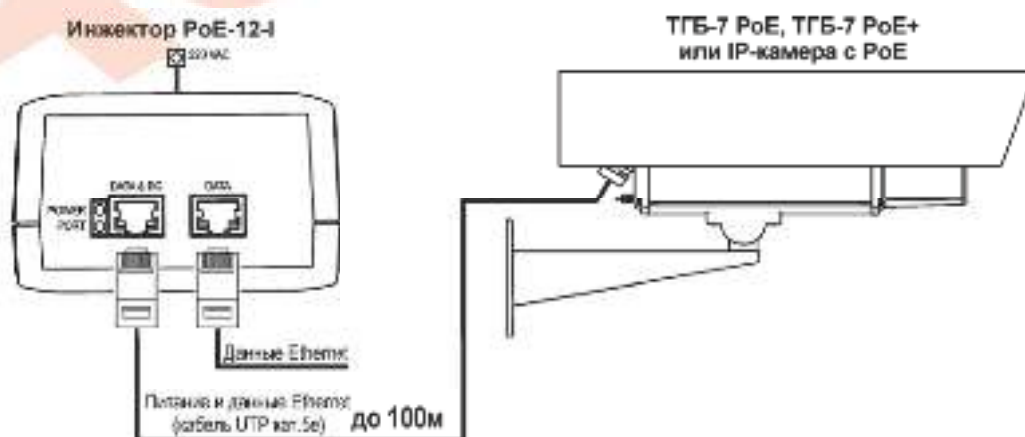

Рис.2 Схема подключения инжекторов PoE-12-I
1. Подключите коммутатор (hub/switch) стандартным сетевым кабелем к разьему «Data» инжектора PoE-12-I (см. рис. 2).